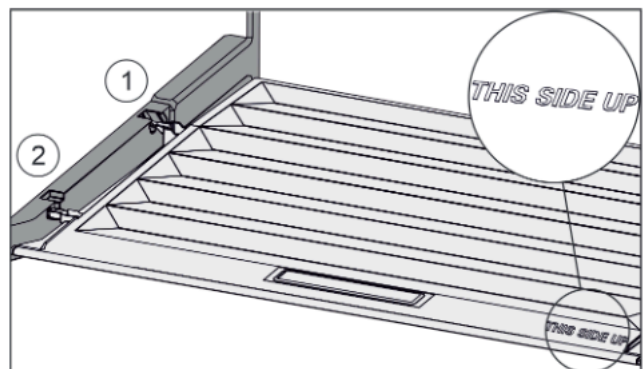

Fig. 32
- Inserire le nervature del coperchio attraverso l'apertura del supporto posteriore Fig. 32 (1) e innestare anteriormente nel supporto Fig. 32 (2).